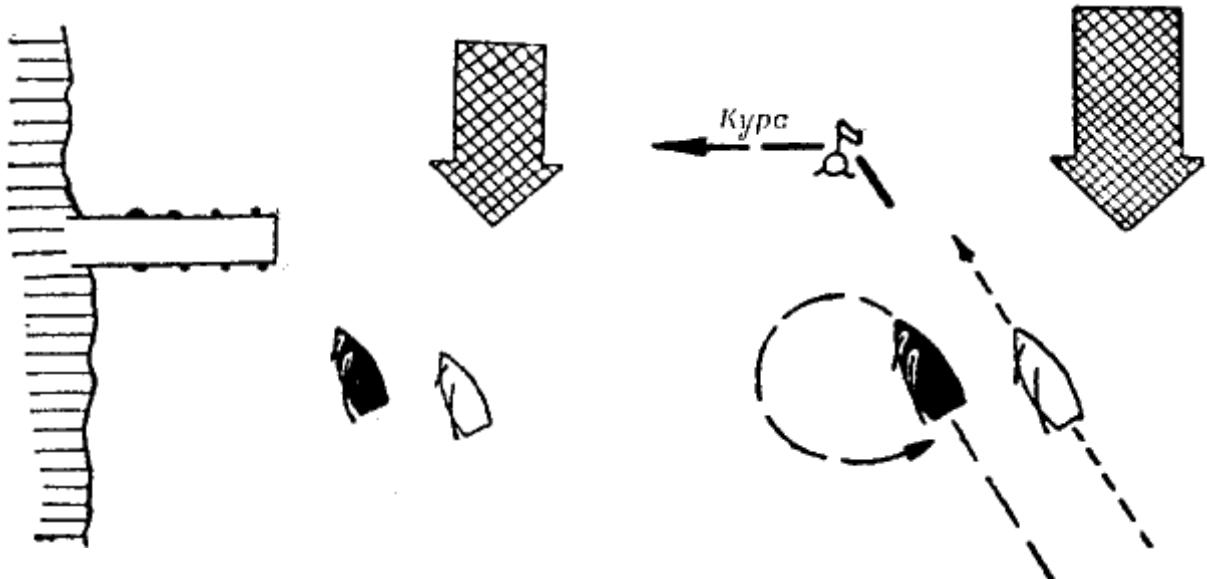

Рис. 224. Причальный мост или берег являются препятствиями на курсе. Черная яхта может окриком потребовать у белой места для поворота
5. Если две яхты, идущие курсом бейдевинд, с одинаково стоящими парусами приближаются к препятствию на фарватере, причем яхта с подветренной стороны не может пройти его, не изменив курса, а это в свою очередь приведет к столкновению с яхтой, идущей с наветренной стороны, то тогда из соображений безопасности яхтсмены могут окриком требовать места для поворота (рис. 224). Яхта, идущая с наветренной стороны, должна дать яхте место с подветренной стороны для поворота оверштаг. Если препятствием является знак на дистанции, который наветренная яхта может обогнать не сворачивая, то подветренная яхта не может воспользоваться этим правом (правило 32 МППС)* (рис. 225).